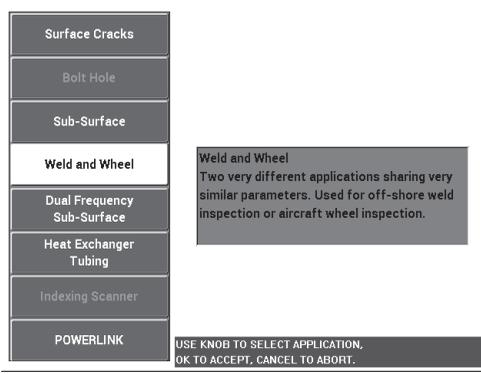

Figura 5-31 Aplicación de soldadura y rueda
2. Pulse una sola vez la tecla de menú ADV SETUP (), después, seleccione el parámetro **APPL SELECT** (tecla de función A) para abrir el menú de selección de aplicaciones. Seleccione la opción **Weld and Wheel** (soldadura y rueda) con la rueda de ajuste y, después, pulse la tecla  para aceptar. Vea la Figura 5-31 en la página 163.